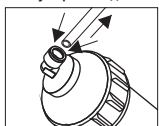

Рис. 3
- 3) Симметрично дожать фланец быстроразъёмной муфты и отсоединить шланг. (Рис. 3).